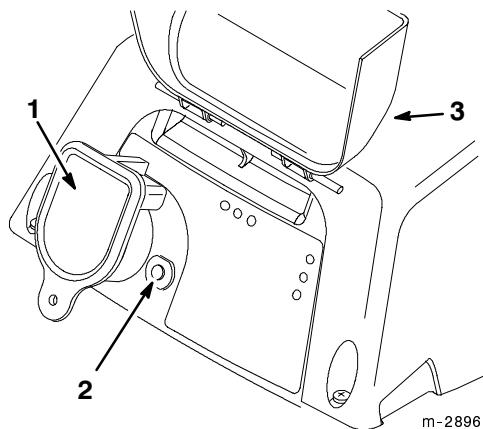

Figure 16
La tondeuse ne peut fonctionner que si la clé est insérée à fond dans la prise (Fig. 16). Pour éviter un démarrage accidentel ou l'utilisation non autorisée, retirer la clé de la prise lors de tout abandon de la tondeuse sans surveillance. La clé se termine par une patte percée d'un trou permettant de la suspendre à un clou, hors de portée des enfants. **Lire l'étiquette de sécurité apposée sur la clé.**
2. Soulever le capot protecteur et insérer la clé à fond dans la prise de la tondeuse (Fig. 16).
2. Attendre 30 à 60 secondes avant d'enfoncer le bouton de réenclenchement du disjoncteur (Fig. 16).